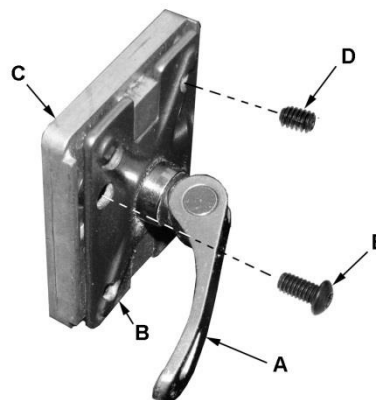

Рис. 22
5. Используя 3 мм шестигранный ключ, крутите любой из четырех установочных винтов (D, Рис. 22) доступных через отверстия, расположенные в углах через плавающий блок зажимов (Е, рис. 22).